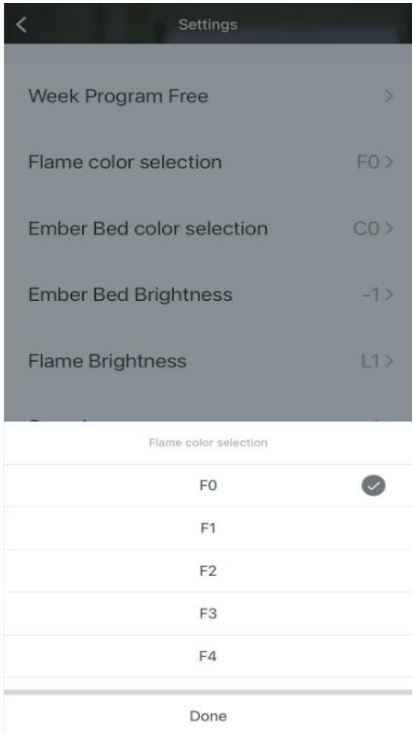

Abb. 11
6. In der Flammenfarbwahl kannst du aus insgesamt 6 Farben (F0–F6) wählen, wie dargestellt in Abbildung 11.